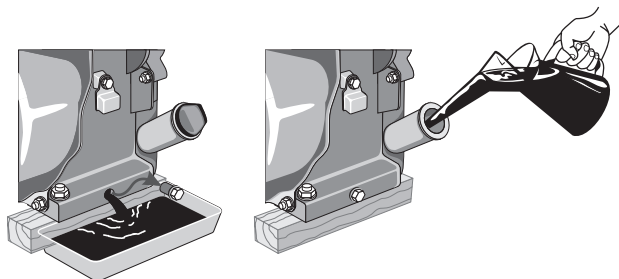

Рисунок 6. Схема заміни моторного мастила.
6.3.1 Порядок заміни моторного мастила (рис. 6):